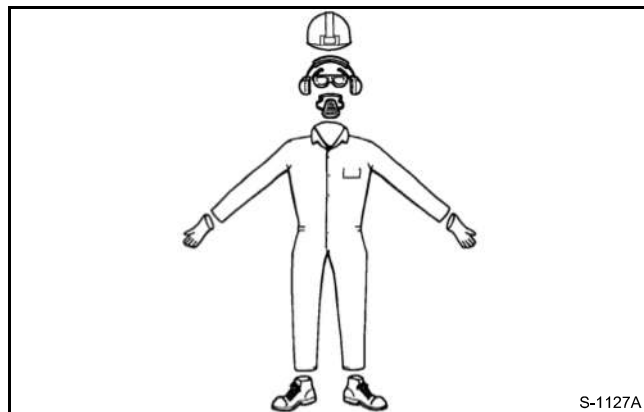

Figure 6
**Figure 6:** Porter tous les vêtements de protection et les équipements de protection individuelle réglementaires ou requis par les conditions de travail ou par les réglementations nationales/locales. Les équipements de protection individuelle couvrent entre autres la protection pour les yeux, les poumons, les oreilles, la tête, les mains et les pieds lors de la conduite, de l'entretien ou de la réparation du matériel.